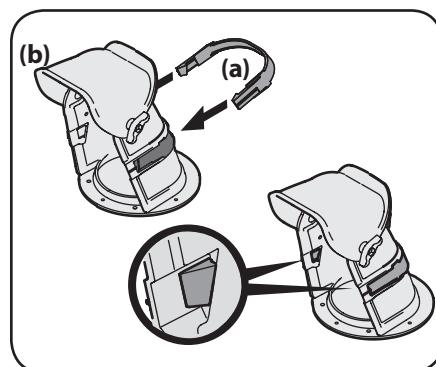

Figura 2-16
- Instale los cortadores y asegure con los pernos de carro (a) y las tuercas de seguridad con brida (b) que extrajo en el Paso 1. Consulte la Figura 2-16.